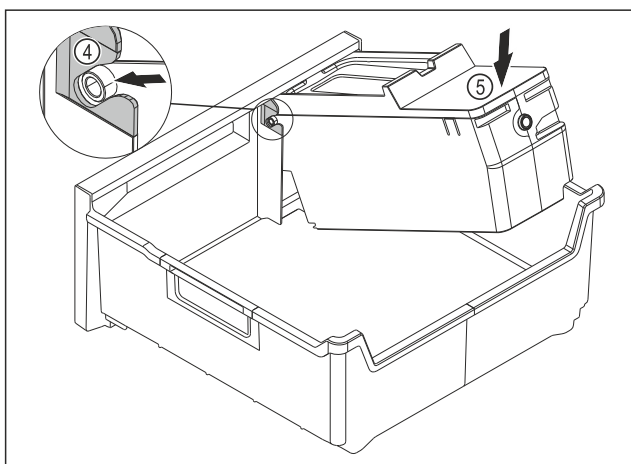

Fig. 140
- ▶ Montáž korpusu EasyTwist-Ice: Osi korpusu EasyTwist-Ice zasuňte do vedení Fig. 140 (4).
- ▶ Zatlačte korpus EasyTwist-Ice Fig. 140 (5) zozadu smerom nadol.